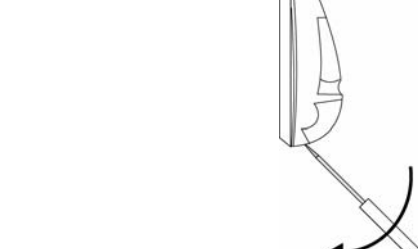

Fig. 1 Ouvrez le boîtier
- Insérez un petit tournevis plat au niveau de la languette située à la base de l'unité. Introducez le tournevis dans l'encoche à un angle d'environ 45°. Faites levier sur la poignée du tournevis jusqu'à ce que le loquet fixant le couvercle au boîtier se détache (Fig. 1).
- Placez un cavalier sur les broches de sélection de la bande de fréquences appropriée (Fig. 1).